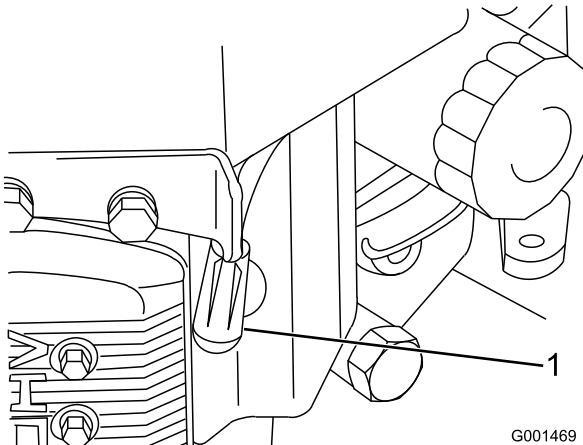

Figure 35
- Débranchez le fil de la bougie (Figure 35).